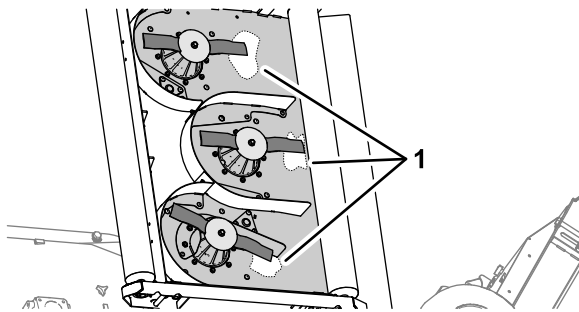

Bild 71
- Reinigen Sie die Unterseite des Mähwerks im Bereich der Schneidkante an der Rückseite des Messers (Bild 71).